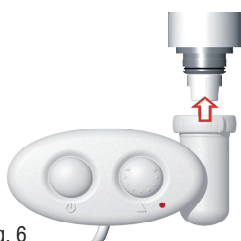

Fig. 6
3. Inserire il TH-MIN nell'innesto della resistenza elettrica (Fig. 6) con una moderata pressione; se necessario ruotare il TH-MIN fino a quando la guida contatti è allineata con l'innesto.